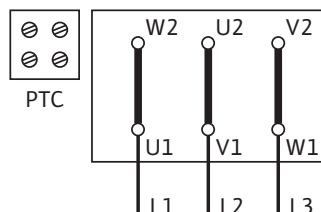

Fig. 35: Y-Δ-start (standard)
- Tilslutningsskemaet til den elektriske tilslutning befinder sig i klemmeboksen (se også fig. 35/36).
Y-Δ-start (standard)	Forbindelsesbroer fjernes (fig. 35)